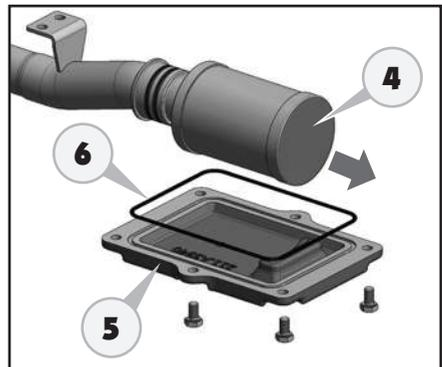

Abb. 6.53
6. Den Filter in der angegebenen Richtung herausziehen (Abb. 6.53) und ersetzen.